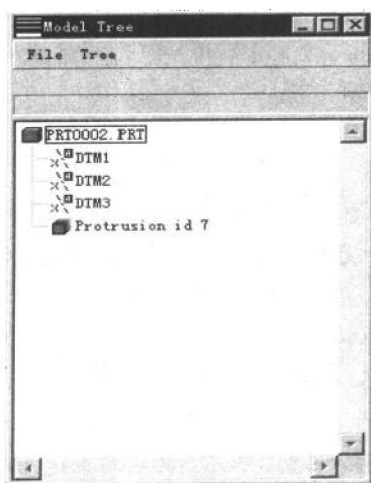

图 1-14 模型结构图
(3) 模型结构图又叫做模型树, 该结构图可以记录建模、组装或加工过程的每一个步骤, 同时对模型进行设计变化、搜索等功能, 如图 1-14 所示。